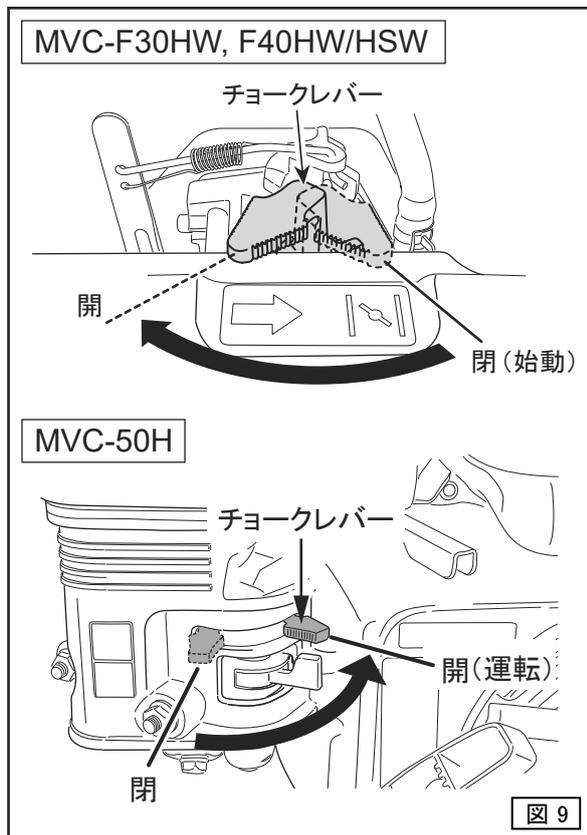

図 9
6. エンジンが始動したらすぐに调速レバーを戻し、エンジンの回転音を確認しながらチョークレバーを徐々に戻し全開にします。(図9)